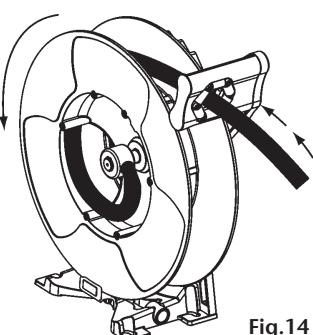

Fig.14
- Gently pull the hose, it will be automatically rewound (fig. 14).
- Gently pull the hose, the hose is automatically rewound (fig. 14).
- Tire suavemente de la manguera hasta que quede liberada del trinquete y se recoja por si misma (fig. 14).
- Tirer doucement sur le flexible pour le libérer du cliquet et accompagner jusqu'à ce qu'il soit complètement rembobiné (fig. 14).